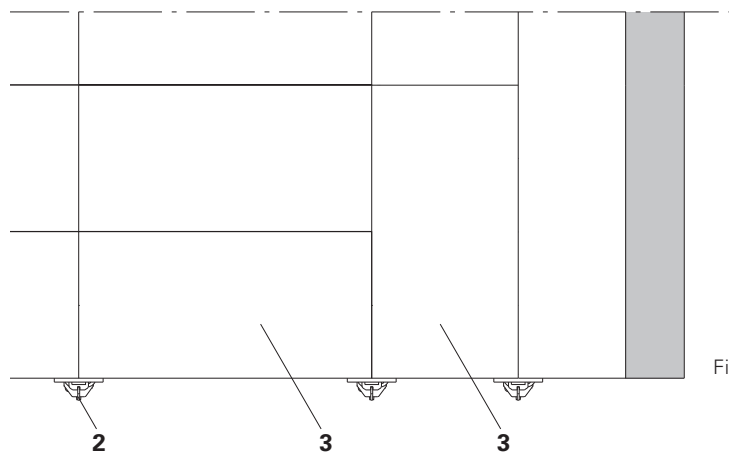
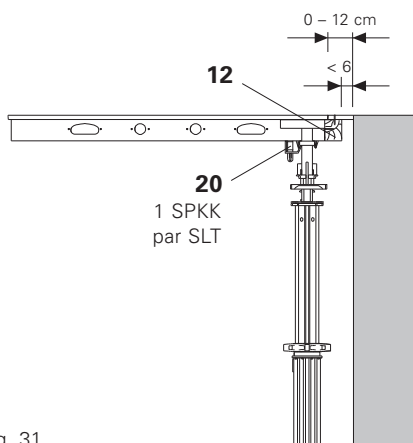

Fig. 30a
Fig. 31
1. Poursuivre le montage avec l'étais, la poutrelle primaire SLT 225 (2) et le panneau (3).
2. Mettre en place le panneau (3) dans le sens transversal. (Fig. 30a)
- Tête de décintrement SFK (1)
- Bien clouer la cale bois (12) avant le montage de l'élément.
- Clouer la poutrelle de rive SRT (9) ou
- Clouer la cale bois SPH (11) avant le montage de l'élément.
- La peau coffrante de 21 mm, l'étais supplémentaire avec la fourche et le support de coffrage (15) sont fournis par le chantier. Coin à panneaux SPKK (20) (Fig. 31 - 33)